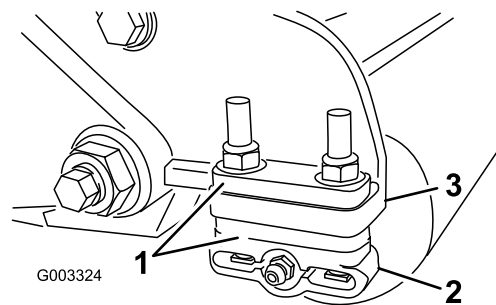

Рисунок 13
1. Отрегулируйте кронштейны заднего валика (Рисунок 13) на необходимый диапазон высоты скашивания путем установки необходимого количества проставок под монтажный фланец боковой пластины (Рисунок 13) в соответствии с таблицей высоты скашивания.